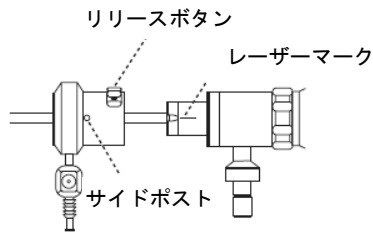

図3 本品のレーザーマークとシースのサイドポスの位置関係
- a) シースのサイドポストと本品のレーザーマークを一直線上に揃えて、本品を TruClear シース 5C へ挿入する。(図 3) 注意 : スコープとシースの先端の角度が揃っていることを確認すること。